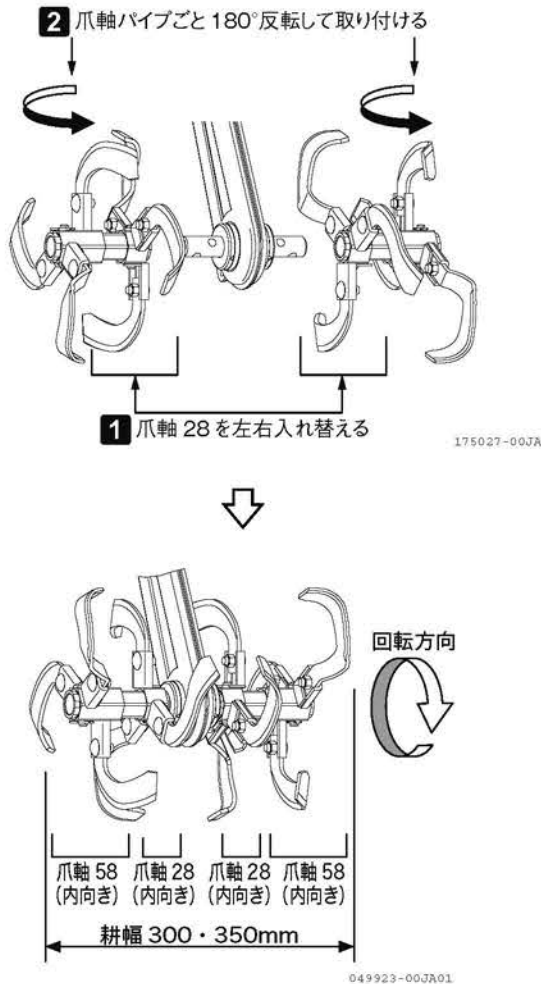

図 3-30 逆転内向き
2. 爪軸パイプごと 180° 反転して、左右入れ替えて取り付けます。（図 3-30）